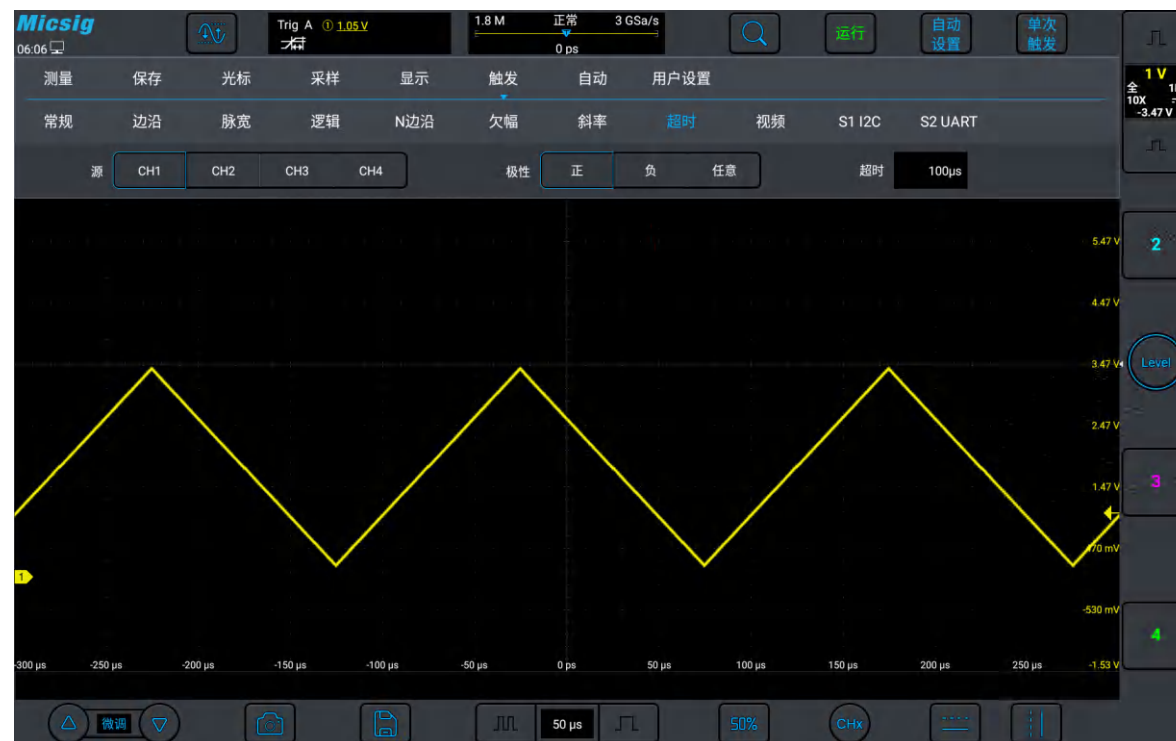

图 6-29 超时触发
1) 打开触发菜单，轻点“触发”打开触发菜单，在触发类型中选择超时触发，对超时触发进行如下设置，见图 6-29：